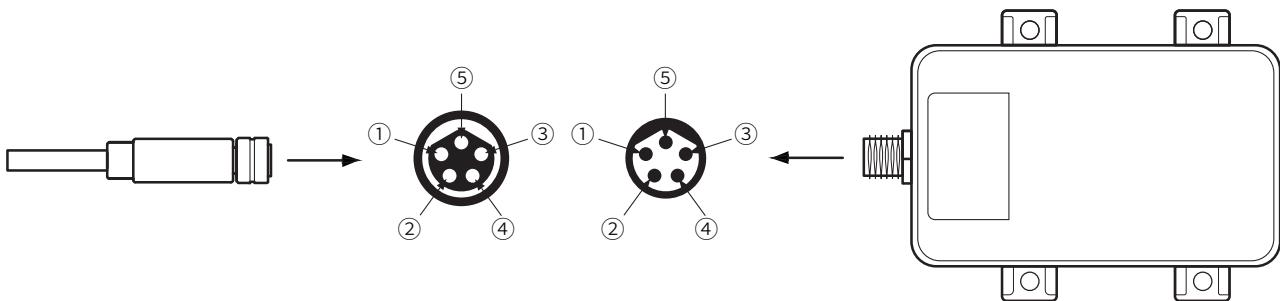

图 7. 航空线及产品接头示意图
按照图 7 所示，接口是 B 型，注意限位方向，线缆端口⑤对准产品接口端口⑤后，再插进扭紧。